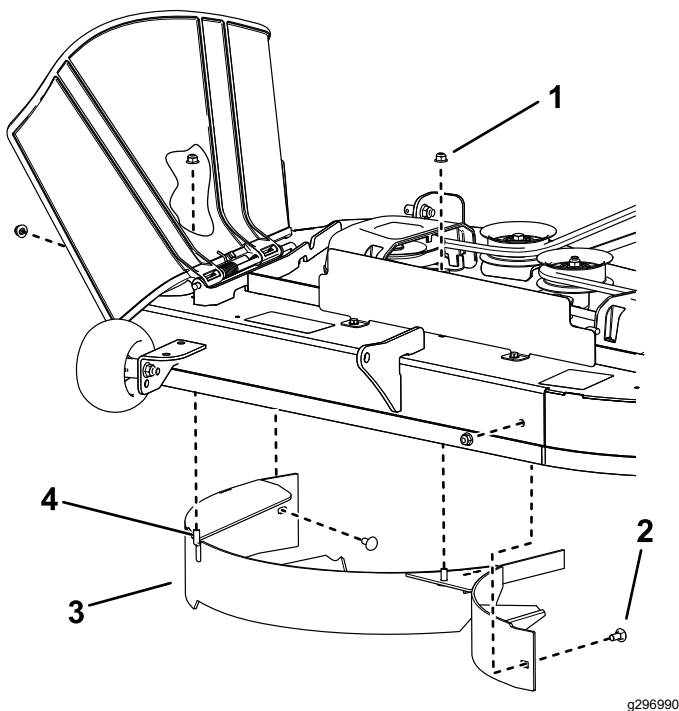

Bild 12
4. Entfernen Sie die beiden Sicherungsmuttern (5/16") von den geschweißten Pfosten des Ablenklechs (Bild 12).
- Entfernen Sie die beiden Schlossschrauben und Sicherungsmuttern, die das Ablenkblech am Mähwerk befestigen, und entfernen Sie das Ablenkblech (Bild 12)
- Suchen Sie die zwei Schrauben in den losen Teilen und setzen Sie diese Befestigungen mit den vorhandenen Sicherungsmuttern in die Löcher für die geschweißten Pfosten ein (Bild 12), um das Herausschleudern von Rückständen zu vermeiden.